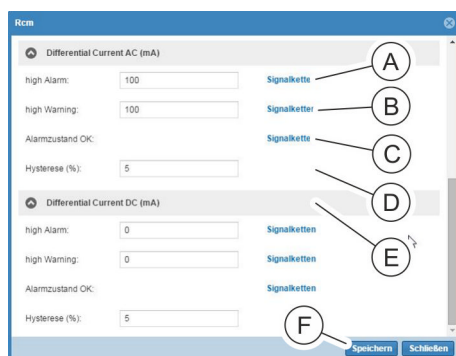

Abb. 122: Fenster "Einspeisung"
6. Im Bereich „Differential Current AC (mA)“ einen Wert für „high Alarm“ eingeben (Abb. 122/A) und eine Signalkette zuweisen. Dazu auf die Schaltfläche „Signalketten“ klicken.
8. Im Bereich „Differential Current AC (mA)“ einen Wert für „high Warning“ eingeben (Abb. 122/B) und eine Signalkette (analog zu Schritt 6 und 7).
9. Im Bereich „Differential Current AC (mA)“ für den Parameter „Alarmzustand OK“ (Abb. 122/C) bei Bedarf eine Signalkette zuweisen (analog zu Schritt 6 und 7).
10. Im Bereich „Differential Current AC (mA)“ einen Wert für die „Hysterese“ eingeben (Abb. 122/D).
11. Schritte 6 – 10 für den Bereich „Differential Current DC (mA)“ wiederholen (Abb. 122/E).
12. Auswahl über die Schaltfläche „Speichern“ (Abb. 122/F) bestätigen.